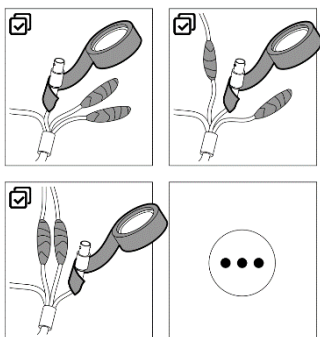

Figure 3-1 防水ケーブル
1. 図 3-1 に示すように、カメラを TVI DVR とモニターに接続してください。